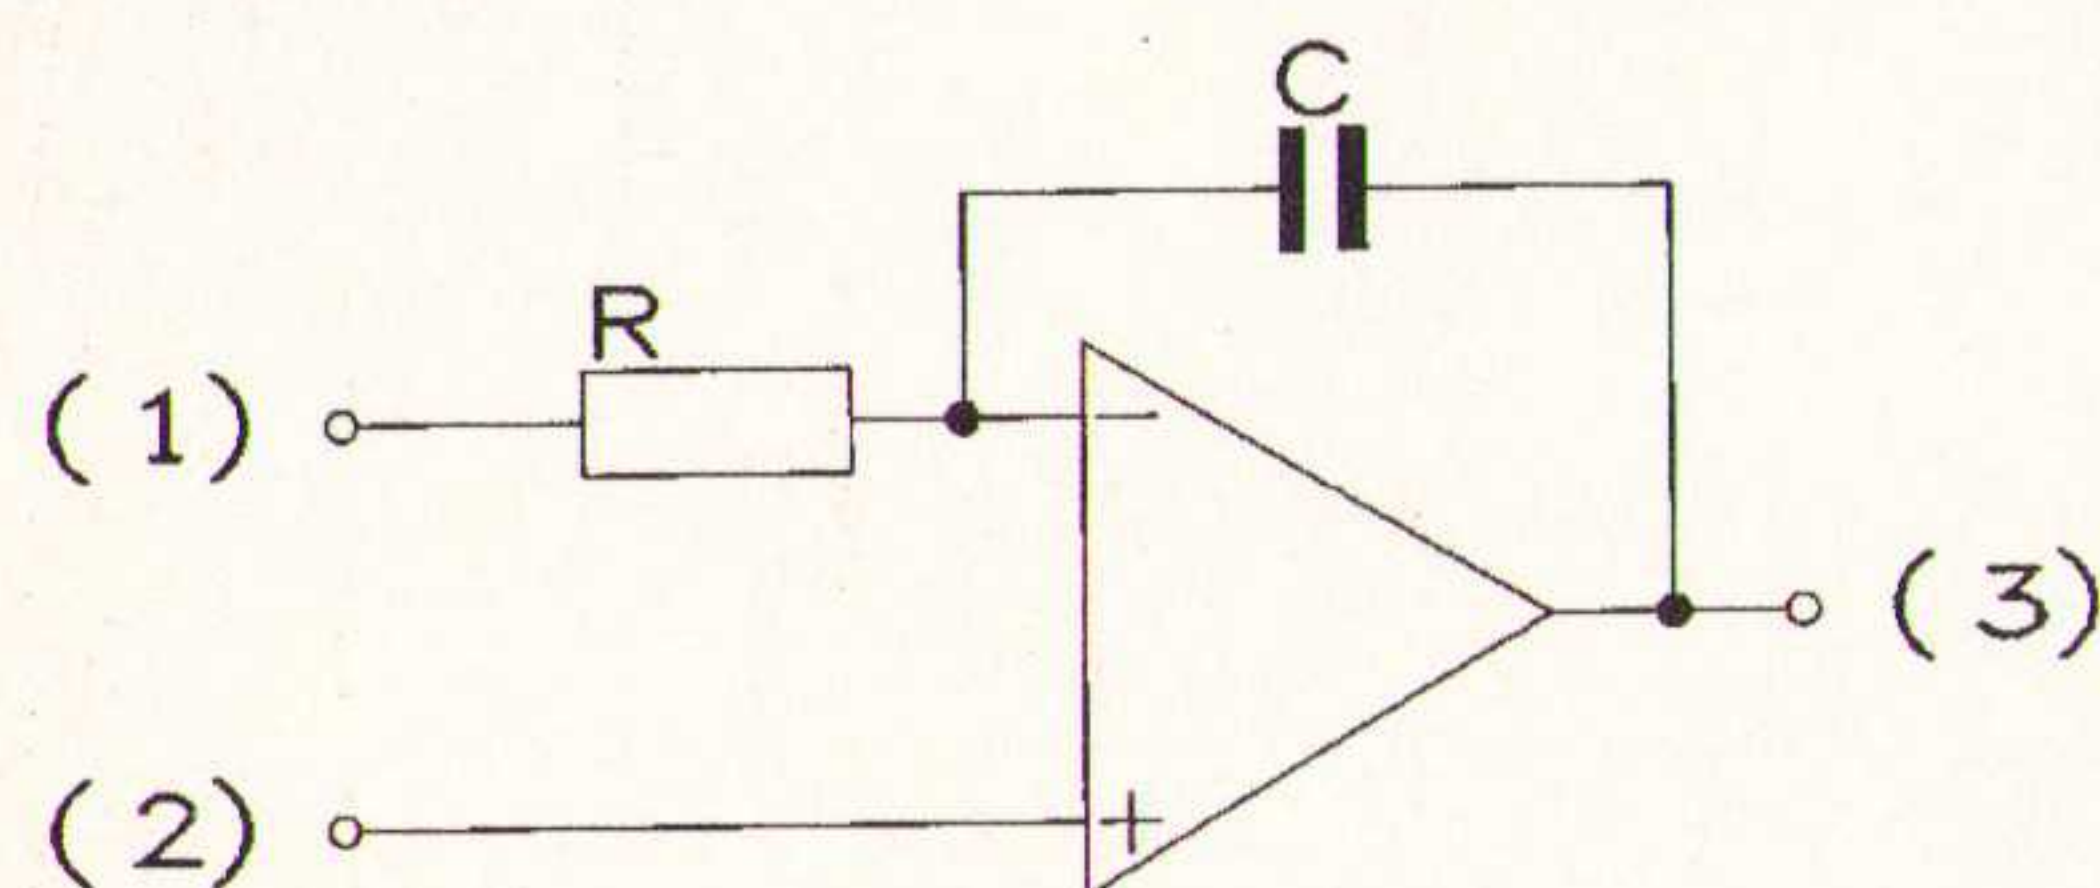

Fig. 5a Principe van een integrator met een OPAMP
met een opamp (Fig.5a). Voor de AC overdracht van (1) naar (3), met (2) aan aarde geldt $A(1) \rightarrow (3) = -1/j\omega RC$, voor de overdracht van (2) naar (3), met (1) aan aarde geldt $A(2) \rightarrow (3) = 1 + 1/j\omega RC$. De factor 1 in de tweede vergelijking is in de beoogde toepassing een bezwaar: De ingangssignalen van de integrator zijn door de klasse AB werking van de eindtrap vervormd en hebben bij grote uitsturing van de versterker min of meer de vorm van een enkelzijdig gelijk gericht signaal. Bij lage frequenties ontstaat naast DC ook AC tegenkoppeling. Indien voor signaal (1) een andere overdracht geldt dan voor (2) heeft dit distorsie tot gevolg. Door het kiezen van zeer grote waarden van R en C (een grote tijdconstante) kan de overdracht bij lage frequenties worden verminderd maar de resultaten zijn door de reeds genoemde factor 1 nog steeds onvoldoende. Bovendien heeft een grote tijdconstante een belangrijk nadeel: De DC tegenkoppeling is ook actief indien de versterker wordt overstuurd en geeft dan een correctiesignaal, voor een DC balans, dat veel groter kan zijn dan bij normale uitsturing. Dit heeft lange herstel-tijden tot gevolg, zodat de versterker na oversturen vrij traag regelt naar een correcte DC balans.